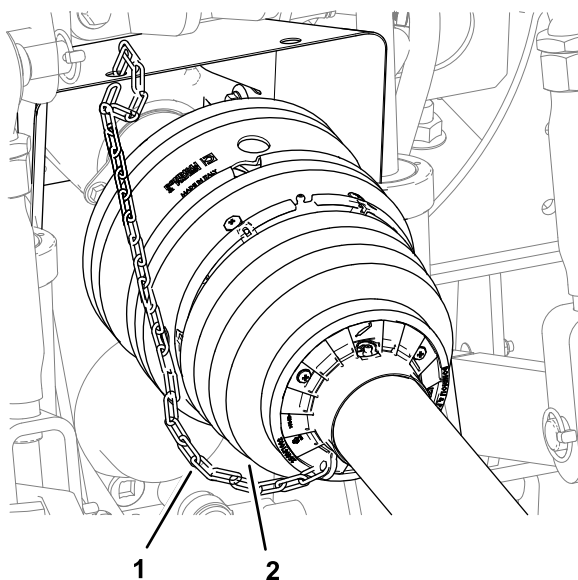

Bild 32
6. Befestigen Sie die Rückhalterkette an einem festen Teil des Zugfahrzeugs (Bild 32).